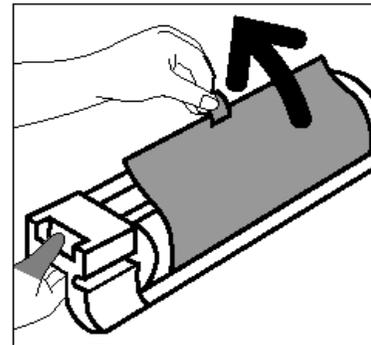

Abb. 31: Schutzblatt von CopyBox entfernen
- 6 Die Lasche des Schutzblatts anfassen und das Blatt langsam gegen den Uhrzeigersinn aus der CopyBox herausziehen (s. Abb. 31).